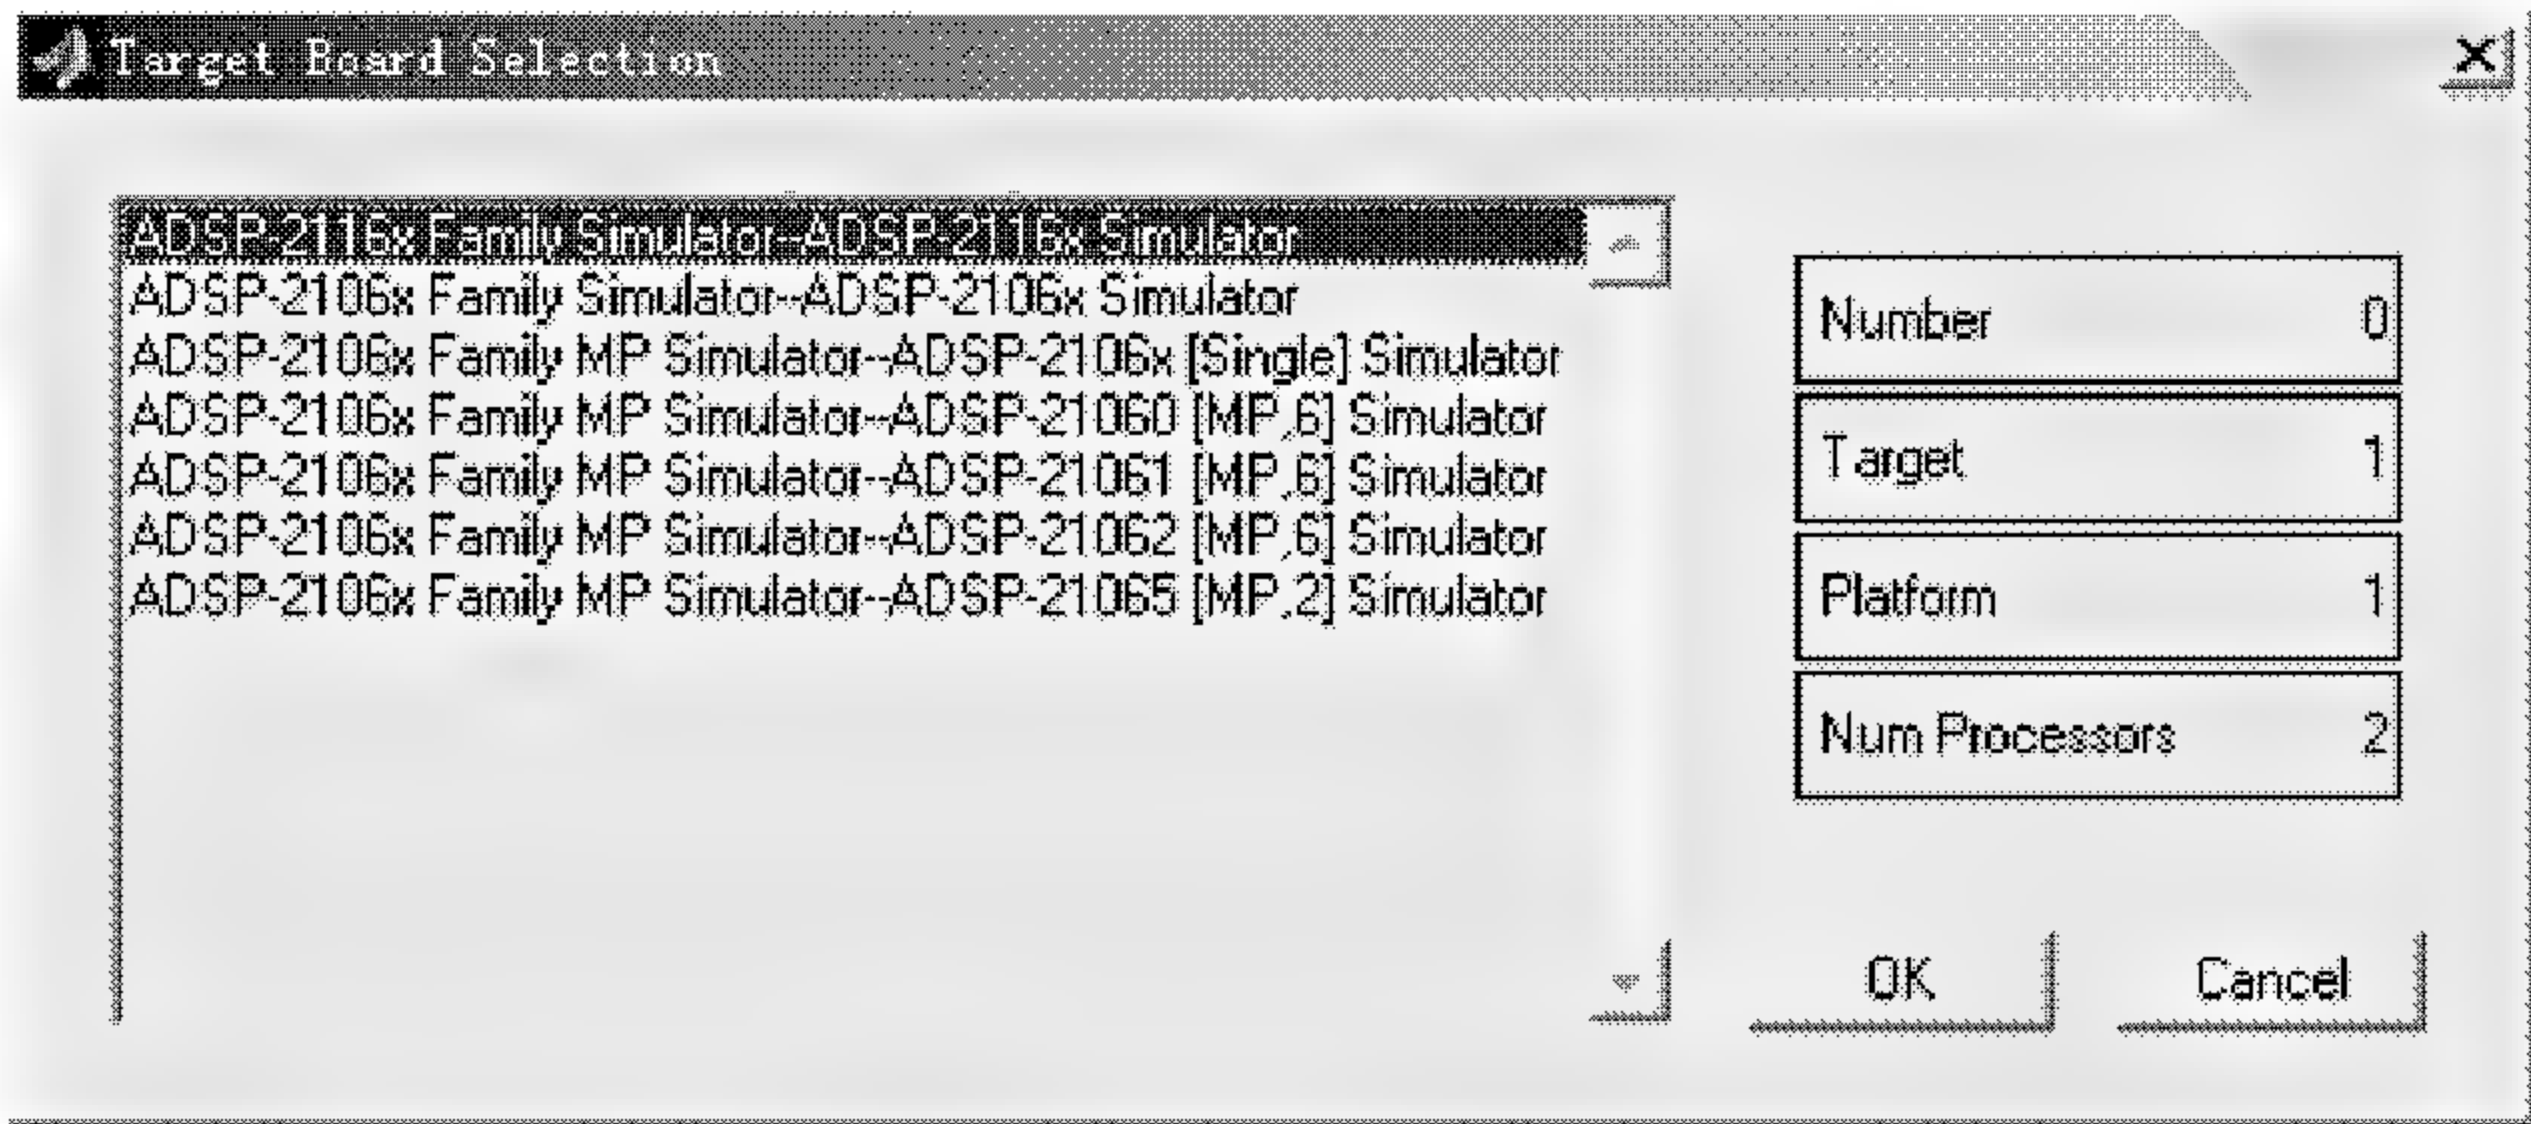

图 7.7 调试目标板列表
(8) 点击 DSPdeveloper 控制面板上的 **Select Board** 按钮，打开目标板列表(如图 7.7 所示)，从中选择用于加载调试的目标板或 Simulator。